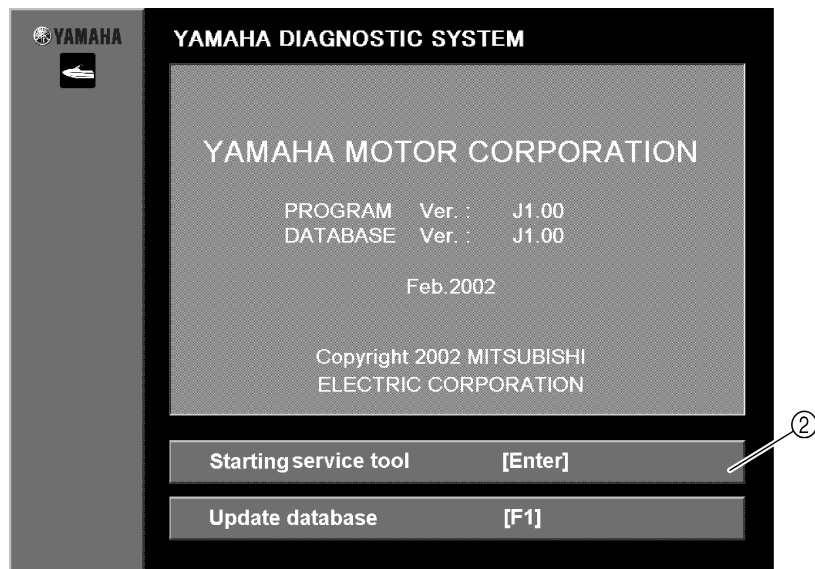

Fig. 21
4. Open the Yamaha Diagnostic System window. (Fig. 20) After about three seconds the display will automatically go to the first menu, or click or press any key to go to the first menu. (See fig. 21.)
4. La fenêtre du système de diagnostic Yamaha s'ouvre (Fig. 20). L'écran du premier menu apparaît dès que l'on appuie sur le bouton de la souris ou sur une touche du clavier. Sinon, il s'affiche automatiquement au bout de trois secondes environ (voir la fig. 21).
4. Öffnen Sie das Fenster des Yamaha Diagnosesystems. (Abb. 20) Nach etwa drei Sekunden erscheint automatisch das erste Menü. Sie können auch auf irgendein Feld oder eine Taste drücken, um zum ersten Menü zu kommen. Siehe Abb. 21.)
4. Abra la ventana del sistema de diagnóstico Yamaha. (Fig. 20) Después de unos tres segundos, aparece automáticamente el primer menú; también puede hacer clic o pulsar cualquier tecla para ir al primer menú. (Ver fig. 21.)
(Fig. 21)
5. Cliquer sur le bouton **Starting service tool [Enter]** ou appuyer sur la touche Entrée du clavier (Fig. 21).
- ① Premier menu
- ② Cliquer pour lancer l'outil d'entretien
5. Klicken Sie auf das Feld **Starting service tool [Enter]** oder drücken Sie die Enter-Taste auf Ihrer Tastatur. (Abb. 21)
- ① Erstes Menü
- ② Klicken Sie zum Starten auf "Service Tool"
5. Haga clic en el botón **Starting service tool [Enter]** o pulse la tecla Intro del teclado. (Fig. 21)
- ① Primer menú
- ② Haga clic para iniciar la herramienta de servicio